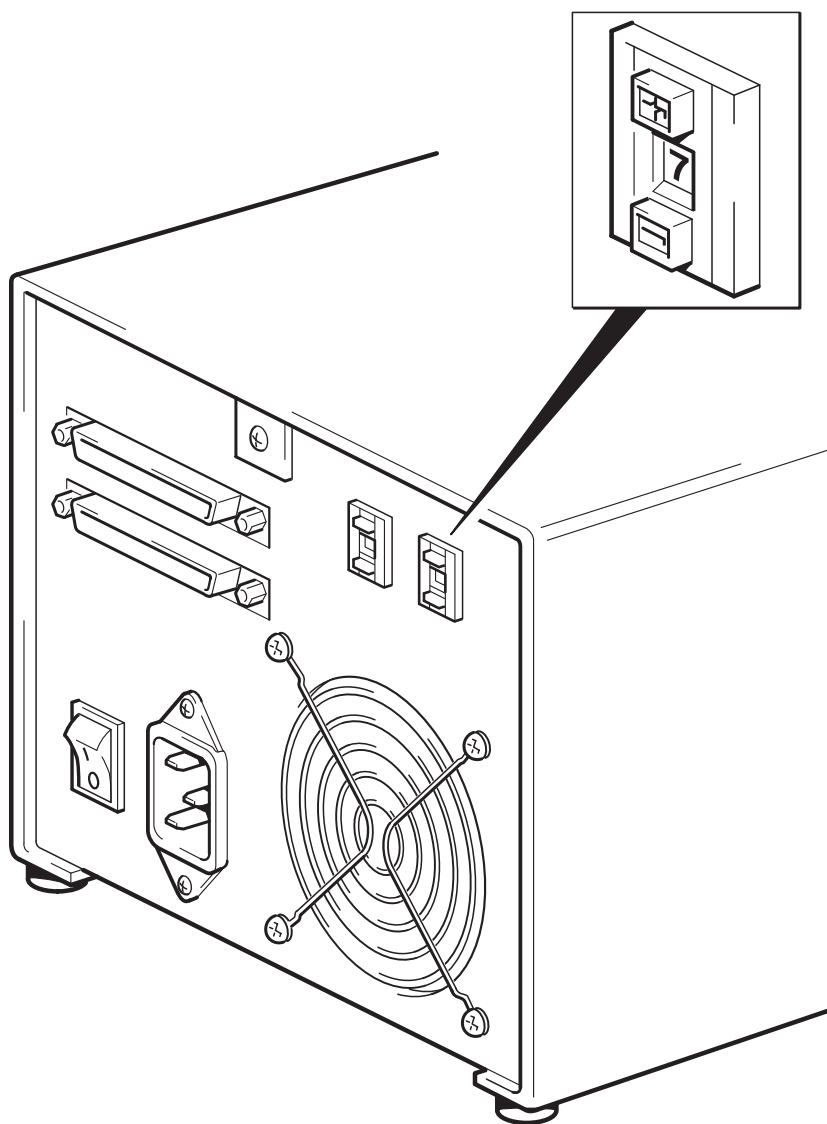

図 4: オプション・スイッチの確認
- 1 オートローダのオプション・スイッチ（図 4 の右のスイッチ）が、上の表に示されている正しい値に設定されているか確認してください。Solaris v. 2.6 またはそれ以前を実行している Sun ワークステーションのみ、スイッチの値を 5 に変更してください。
- 2 オプション・スイッチがご使用のシステムに合った値に設定されていない場合は、ドライブの背面にあるコンフィグレーション・スイッチ（図 4）をデフォルト設定から変更してください。